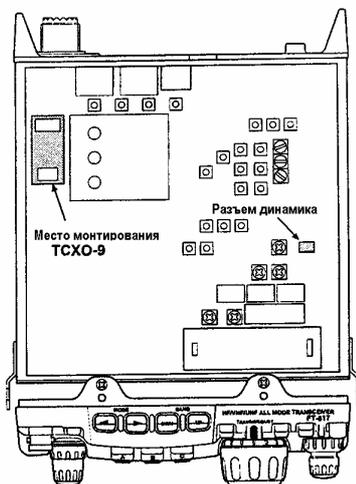

Рис.3
3. С помощью рис. 3 найти установленную на заводе REF UNIT (опорную единицу) на плате. Удалить с платы установленную на заводе опорную единицу REF UNIT, затем установить **ТСХО-9** так, чтобы его разъемы были на одной линии с монтажными штырями платы и поставить его на место.